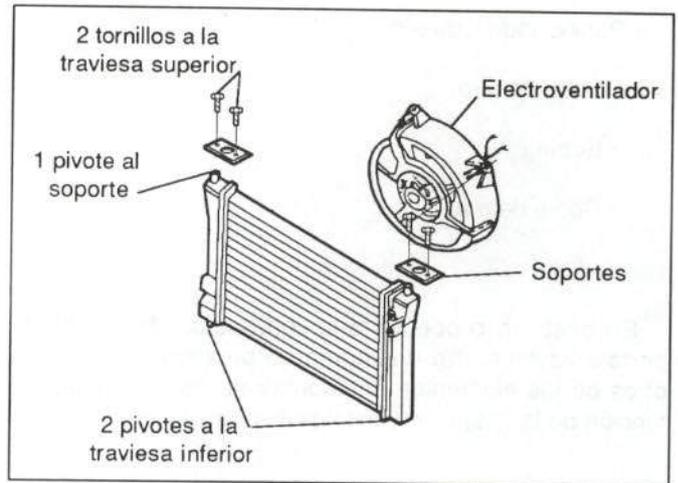

Figura 20.- Fijación del radiador
En la figura 20 se muestra su fijación.
- Radiador (figura 20)